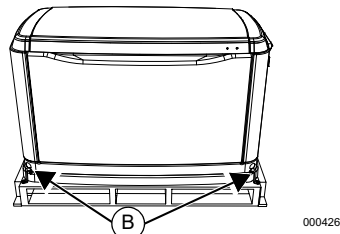

Figura 2-2. Localizações do suporte de paletes
3. Consulte Figura 2-2. Remova os parafusos e suportes de paletes (B). Tenha cuidado ao remover o gerador. Arrastá-lo do palete danificará a base. A unidade deve ser levantada do palete de madeira para removê-la.